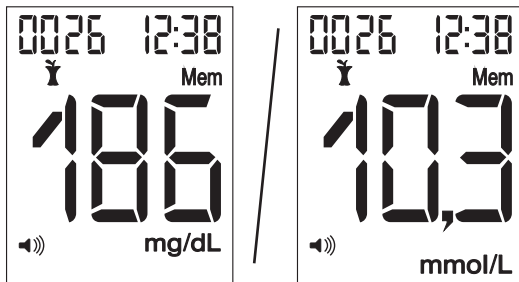

Bild 1
- 2 Der hinterlegte Messwert mit Messeinheit, Uhrzeit, „Mem“ und evtl. vorhandener Messwert-Markierung wird zusammen mit der Speicherplatznummer kurz angezeigt (Bild 1). Danach wird die Anzeige der Speicherplatznummer durch das Datum ersetzt (Bild 2).